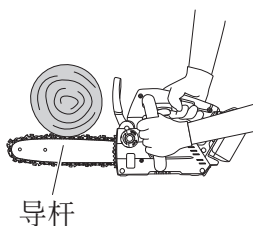

图 27
- (5) 当从底部切入木头时，使导杆上部稍微接触木材。（图 27）
- (6) 同时要仔细学习操作说明，确保在使用前知晓电链锯操作的实用说明，或者至少要通过在锯架上锯割各种长度的原木来实际练习如何使用电链锯。
- (7) 在锯割原木或不支持的木材时，在锯割过程中请使用锯架或其他妥善方式将其固定并妥善支撑。